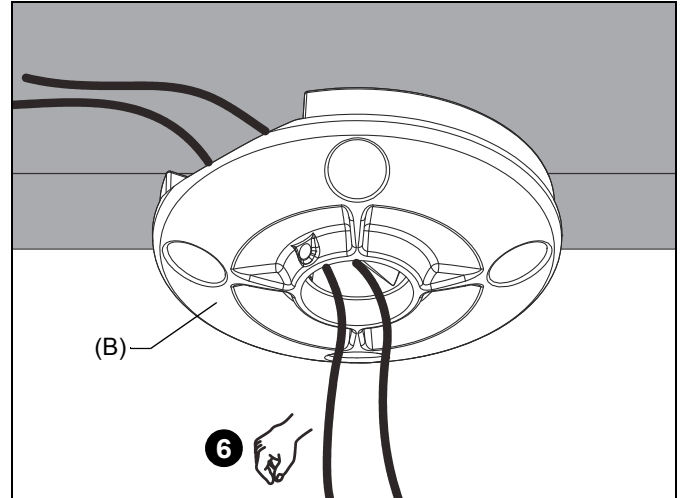

Figura 6
6. Pase los cables por el canal de la placa para cielo raso (B). (Consulte Figura 6)